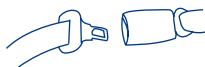

Fig. 18-2
- Un cinturón de regazo que no se pueda alargar una vez que está abrochado es adecuado para usarse con el Asiento de Seguridad. Estos cinturones de seguridad frecuentemente tienen un retractor que se bloquea automáticamente que permite que el cinturón se alargue, pero una vez abrochado debe ser desabrochado y permitirse que se retraiga completamente antes de permitir que el cinturón se alargue de nuevo (Fig. 18-2).